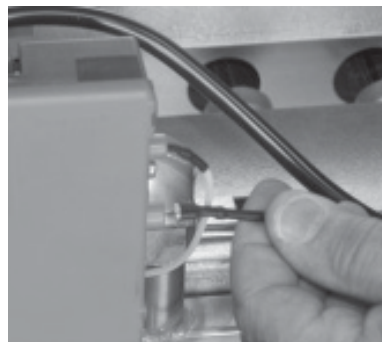

Fig. 23
- Com o queimador a gás a funcionar, feche a válvula de corte localizada a montante da ROOFTOP (fig. 23).